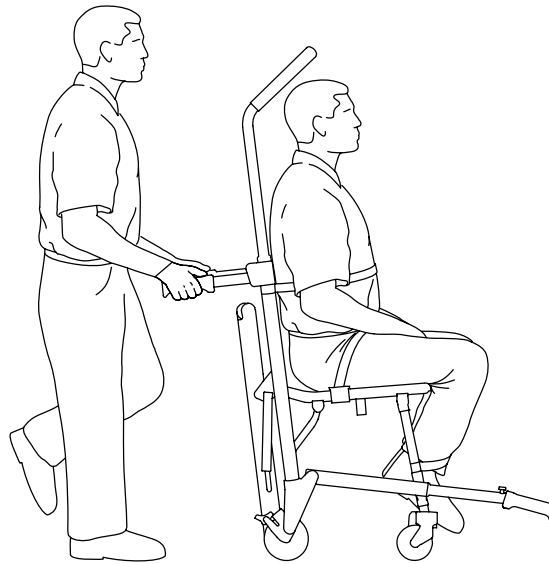

Figura 5 – Transporte del ocupante
1. Empuje y guíe la silla con los mangos del extremo de la cabeza, el tubo del respaldo o el mango de control superior (Figura 5).